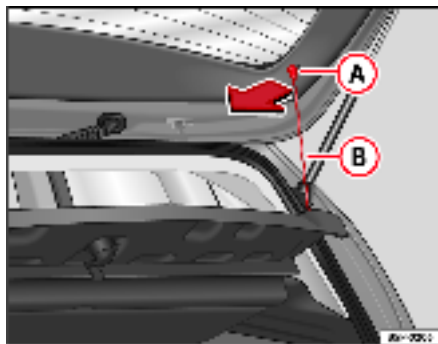

Fig. 124 Plage arrière
- Décrocher les tirants ⇒ fig. 124 **B** de leurs logements **A**